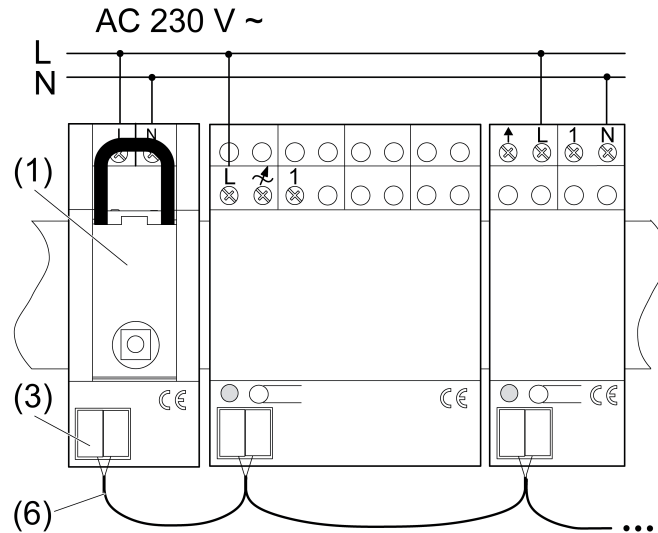

Figura 3
- Montare il radiorecettore (1) su guida.
- Collegare il radiorecettore come da schema di collegamento (figura 3).
- Collegare il radiorecettore con l'apposita presa (3) ad un cavo bus (6) con gli attuatori radio REG.